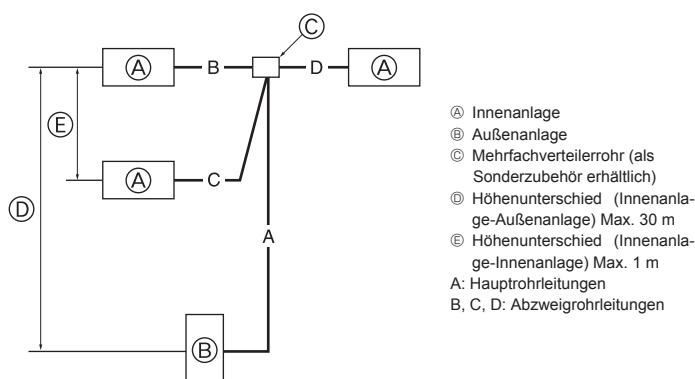

Fig. 4-8
4.8. Für Doppel-/Dreifachkombination (Fig. 4-8)